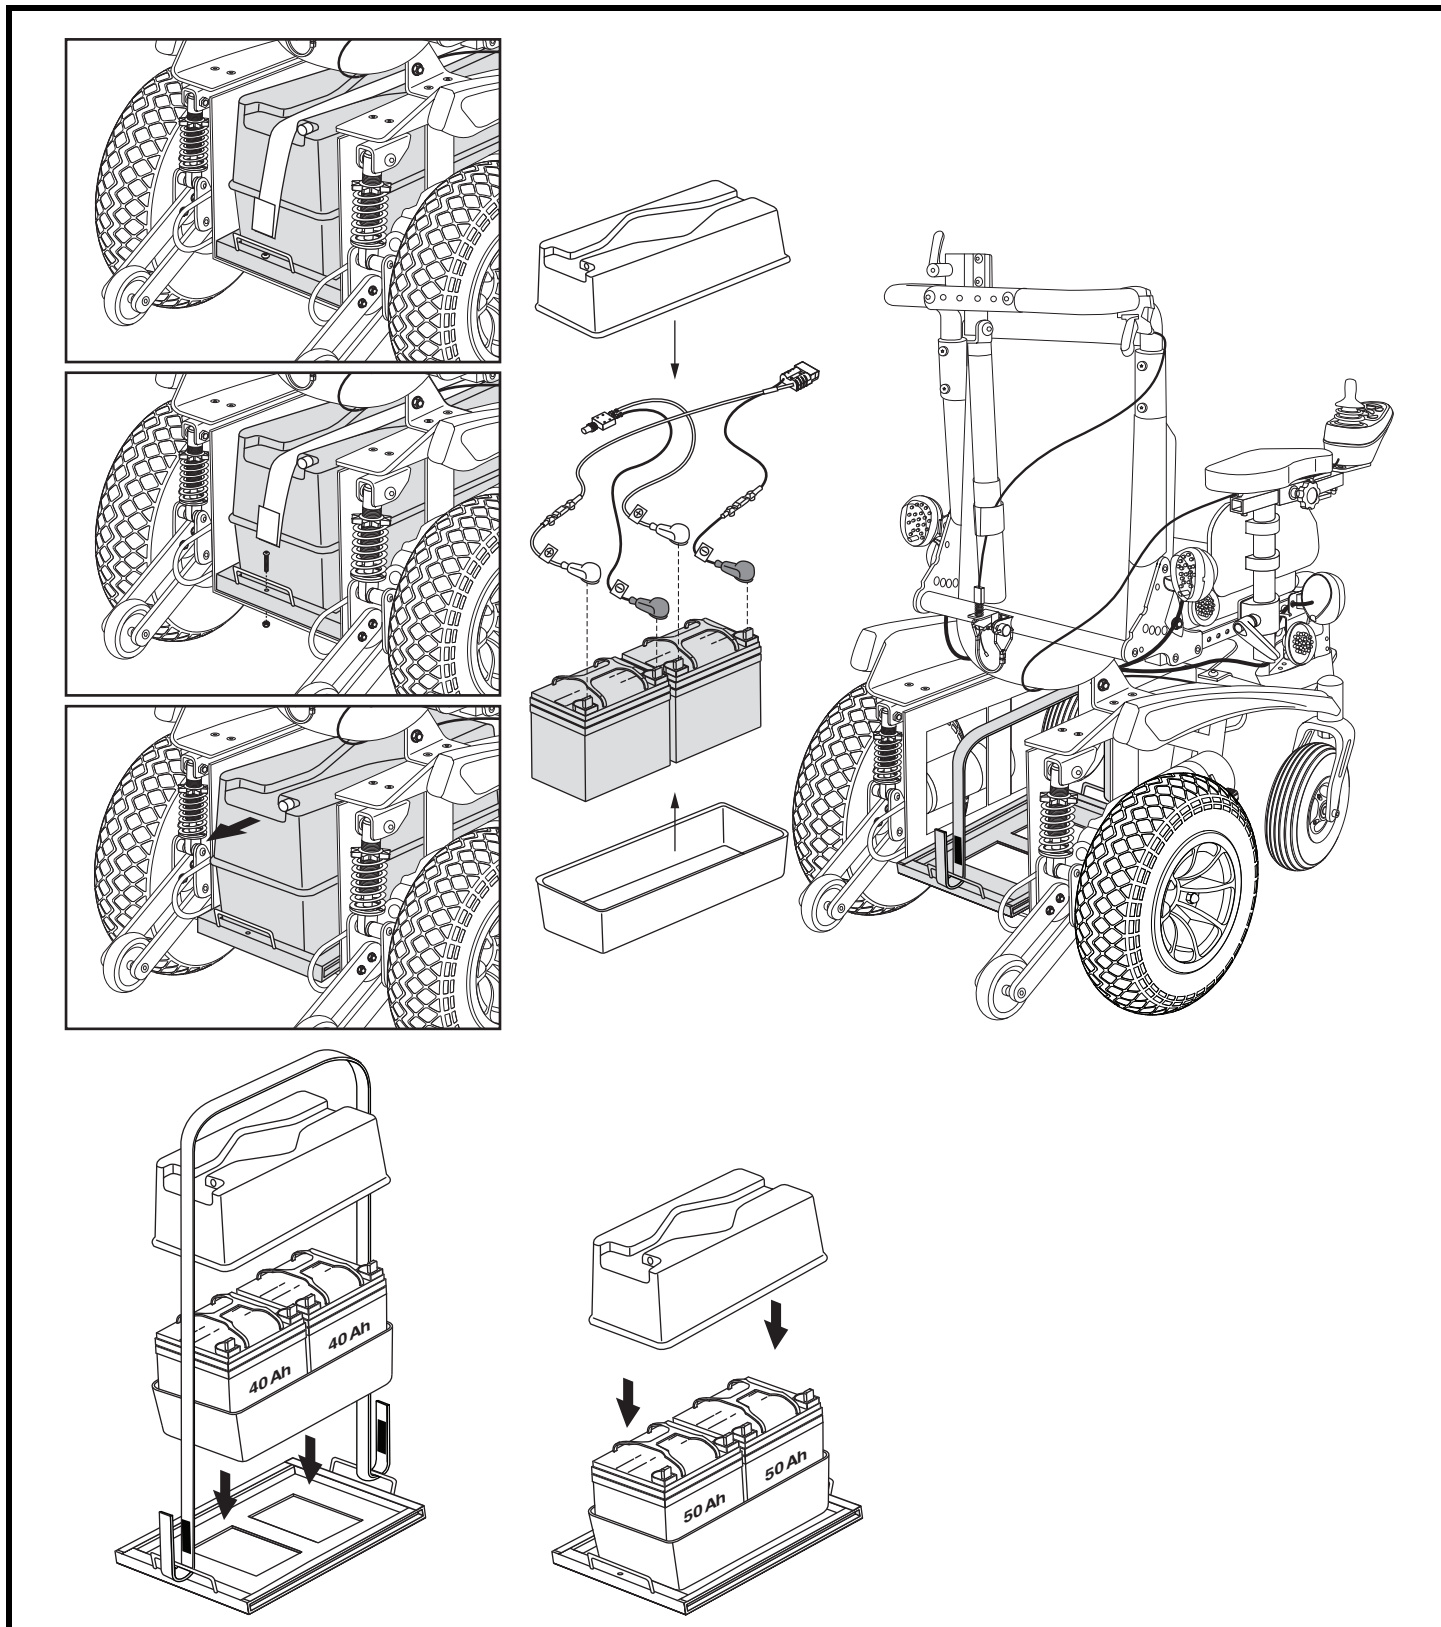

Figure 29. Remplacement des batteries
Un schéma de câblage des batteries figure sur l'auto-collant situé sur la porte du compartiment à batteries. **Voir la figure 29.** Vérifiez le Tableau des Spécifications pour les informations relatives à votre type de batterie.
4. Faites glisser vers l'arrière le plateau des batteries. **Voir la figure 29.**
8. Installez les nouvelles batteries dans le boîtier des batteries. **Voir la figure 29.**